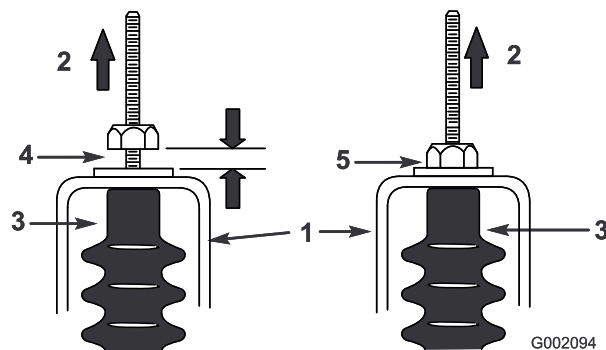

Figura 29
5. Tirate verso l'alto ciascun cavo del cambio e verificate che vi sia un gioco di 0,76 - 1,52 mm tra il dado con rondella e la staffa di folle (Figura 29). Se il gioco non c'è, regolate i dadi per ottenere un gioco di 0,76 - 1,52 mm.